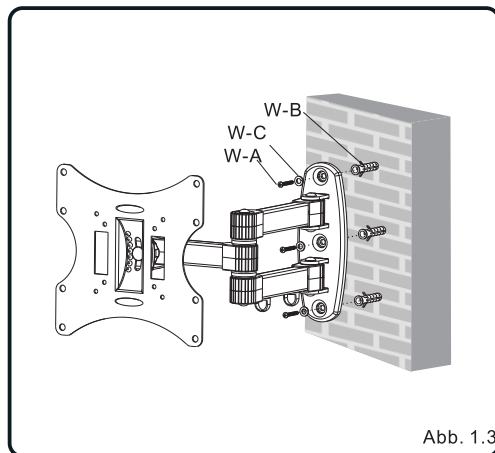

Abb. 1.3
- Bohren Sie diese Löcher mit einem 8mm-Mauerwerksbit mindestens 60 mm tief vor. Führen Sie einen Betondübel (W-B) in jedes dieser Löcher ein. Befestigen Sie die Wandplatte mit drei Holzschrauben (W-A) und drei Unterlegscheiben (W-C), wie in Abb. 1.3 gezeigt.